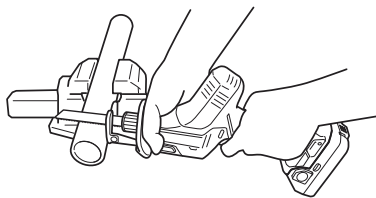

Fig. 22
- (1) Sujete firmemente una pieza de trabajo antes de la operación. (Fig. 22)